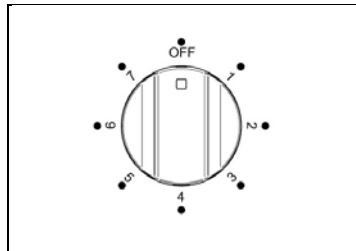

Fig 20A
2. Draai de knop van de grill met de wijzers van de klok mee tot maximal 7. (Fig.20A-20B). Het rode thermostaat lampje gaat branden. Voor het beste resultaat is het raadzaam de oven 3-5 minuten voor te verwarmen.